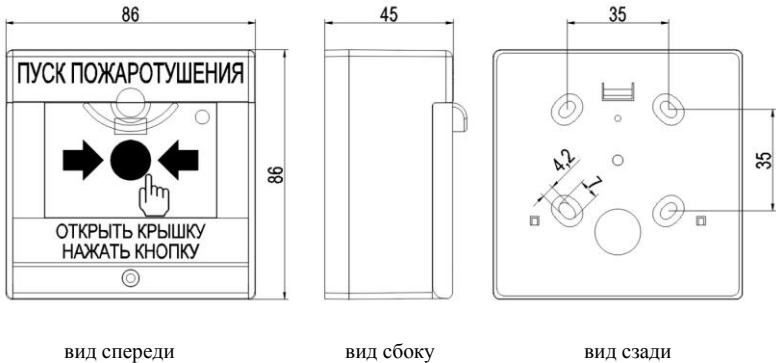

Рис. 1 Внешний вид корпуса УДП
- согласно установочным размерам (см. рисунок 1) просверлить в стене отверстия, вставить в них дюбеля;